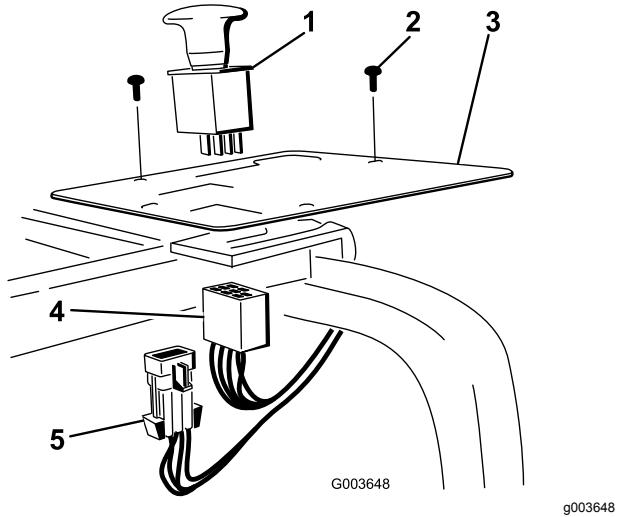

Figure 35
2. Enlevez l'obturateur plastique du panneau et insérez l'interrupteur à sa place (Figure 35).
4. Connectez le faisceau à l'interrupteur dans le panneau de commande (Figure 35).
- Montez le connecteur du faisceau principal sur le faisceau principal (Figure 35).